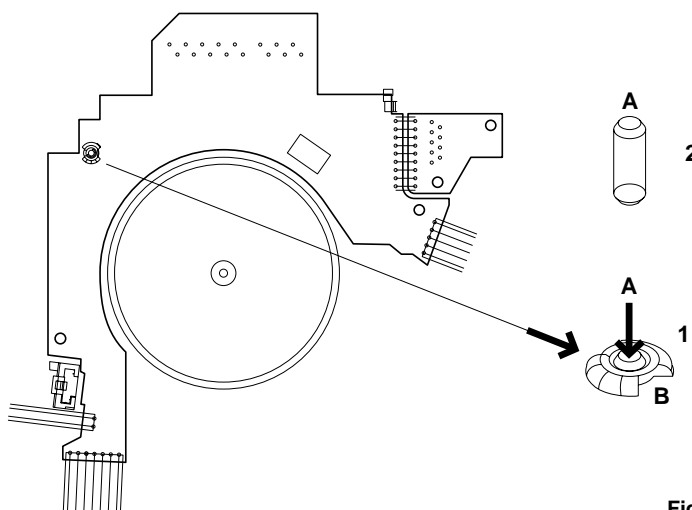

Fig. 16
- Stift "A" der Niete "B" nach unten durchdrücken (Fig. 16).
- Press the stud "A" of rivet "B" right through rivet "B" (Fig. 16).